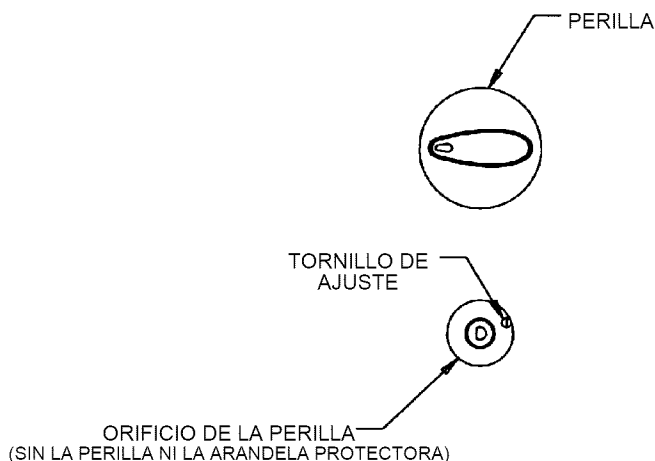

FIGURA 12
C. AJUSTE DE LA LLAMA BAJA (Vea la figura 12)
3. Encuentre el tornillo de ajuste de la válvula. En caso de necesidad alinee con cuidado el agujero en la cubierta del interruptor con el tornillo de ajuste. Vea la figura 12.
4. Encuentre el tornillo de ajuste de la válvula. En caso de necesidad alinee con cuidado el agujero en la cubierta del interruptor con el tornillo de ajuste. Vea la figura 12.